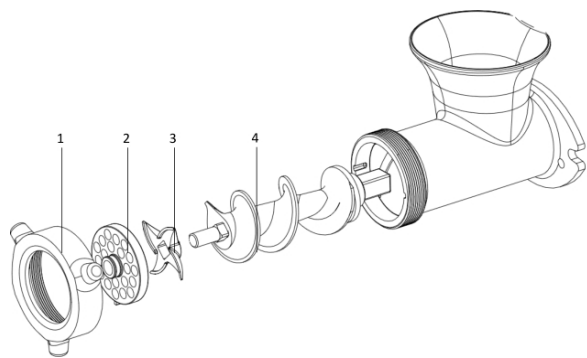

Рис.2
3. Снимите детали в порядке, показанном на Рис.2